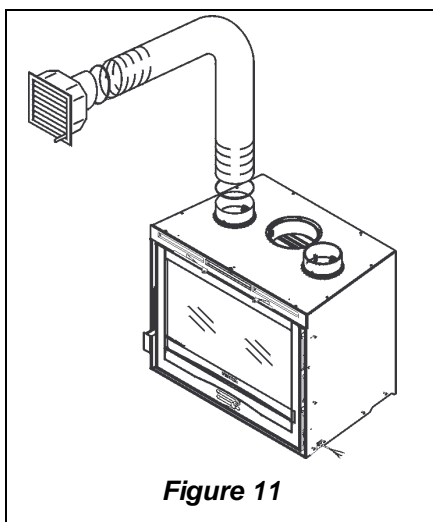
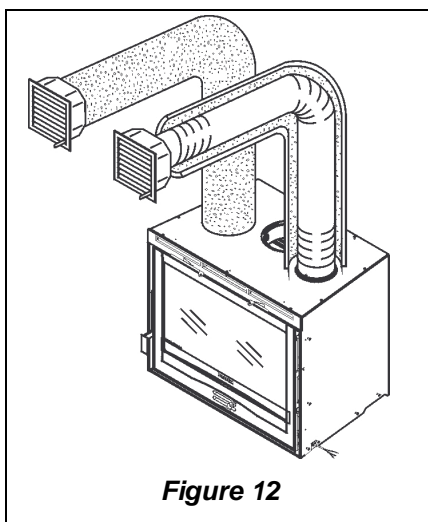
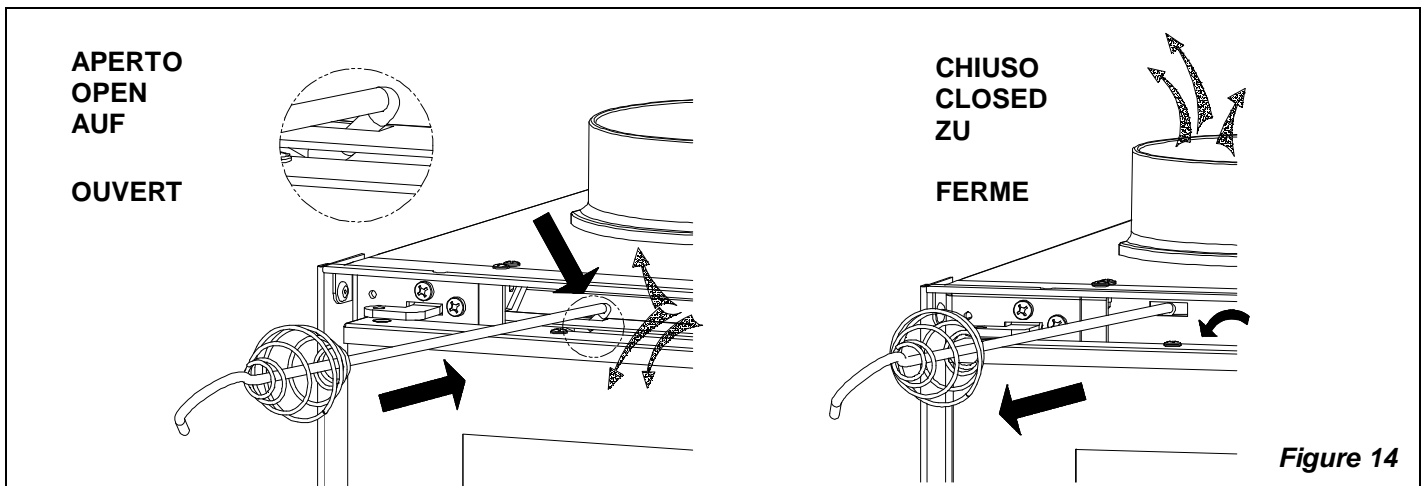

Figure 11
Figure 12
Figure 14
Les inserts **Crystal 70 / 80 / 100** sont prédisposés pour la connexion avec deux sorties de ventilation supplémentaires, il faut seulement appliquer le kit de ventilation **OPTIONNEL** (ventilateur centrifuge) code 1318000 (voir Figure 11, Figure 12, Figure 14 - Chapitre 9).
- e) si l'espace entre la partie supérieure de l'insert et le profil inférieur de la hotte est inférieur à 10 cm il faudra réaliser un trou d'environ 30 x 40 cm sur la hotte pour permettre la fixation des tuyaux flexibles (v. Figure 11 - Figure 12).